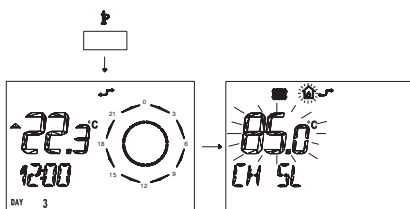

Fig. 5.39 Remoto
- 2 Apriete durante más de 3 segundos el botón  para entrar en la modalidad **INFO** (Fig. 5.39)